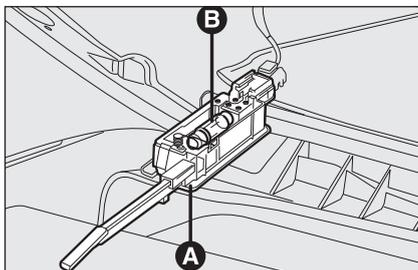

fig. 44
- abra la guantera y extraiga la luz **A-fig. 44**;